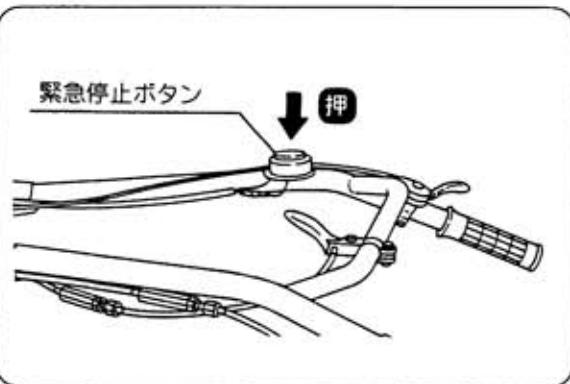

図24
- ③ 緊急停止ボタンを【押】すと、停止します。 (図24)